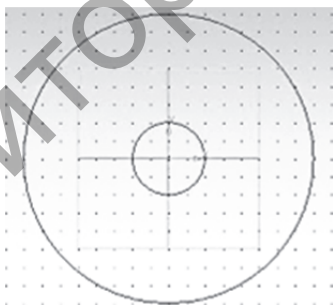

Рисунок 5.6
6. На инструментальной панели в режиме «Геометрия» выберите команду «Окружность», с помощью которой по сетке нарисуйте две окружности с диаметрами **80** и **20** мм (рис. 5.6). Для рисования каждой окружности в рабочей области отметьте курсором первую и вторую точки: центр и точку на окружности требуемого радиуса. Заканчивается эскиз повторным щелчком на кнопке «Эскиз».